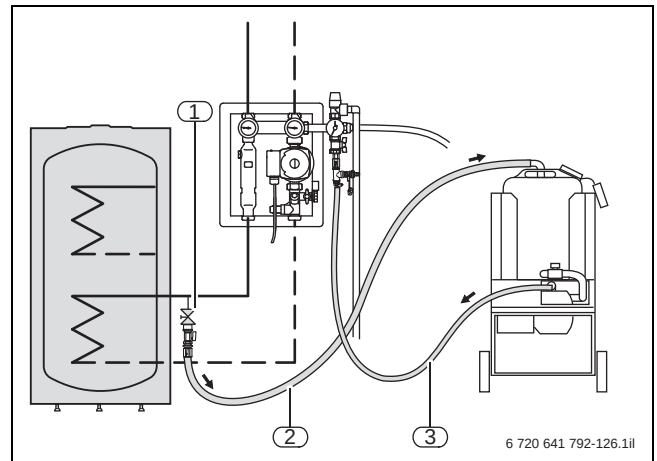

Bild 147 Spülen eines Standardsystems mit einem Speicher Logalux SM, SMS, SMH, P750 S oder PNR(Z)
- In der Rohrleitung zum Wärmetauscher in der Nähe des Speichers bauseits ein Füll- und Entleerhahn installieren (→ Bild 147).